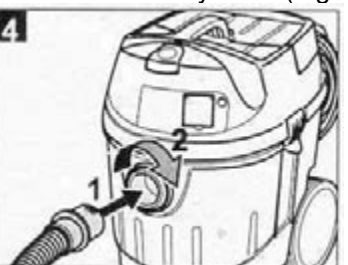

Fig. 4
- Coloque Ud. el tubo, introduciéndolo y girando el cierre a bayoneta (Fig. 4).